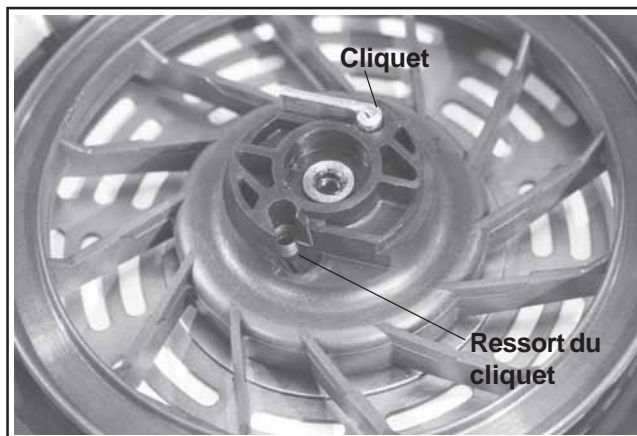

Figure 7-9. Installation des cliquets et ressorts de cliquets.
3. Installer les ressorts de cliquets et les cliquets dans la poulie du démarreur. Voir la Figure 7-9.